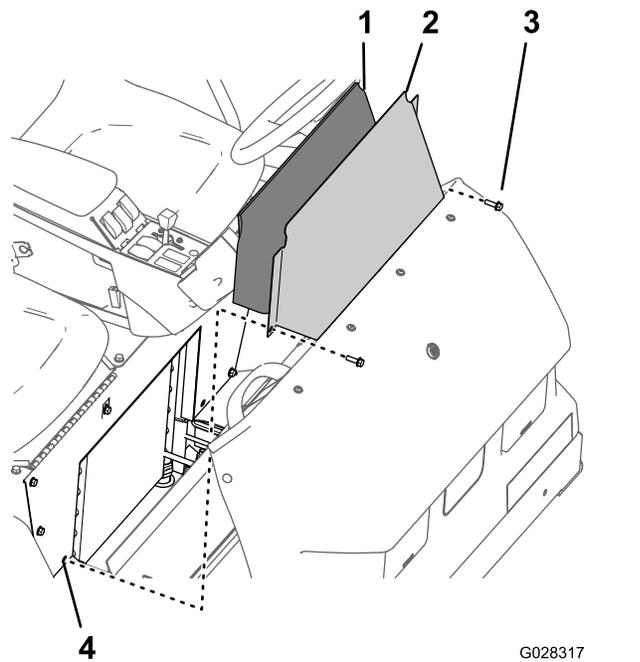

Figura 43
1. Retire os 2 parafusos de cabeça flangeada que fixam a cobertura de acesso à base do banco à base do banco (Figura 43).
2. Retire a cobertura da base do banco e o painel acústico da máquina (Figura 43).
1. Alinhe o painel acústico com a abertura na base do banco para a cobertura de acesso à base do banco (Figura 43).
2. Alinhe os orifícios na cobertura de acesso à base do banco com os orifícios na base do banco (Figura 43).
3. Monte a cobertura de acesso à base do banco na base do banco com os dois parafusos de cabeça flangeada (Figura 43) que retirou em 1 de Retirar o painel de acesso à base do banco \(página 45\).